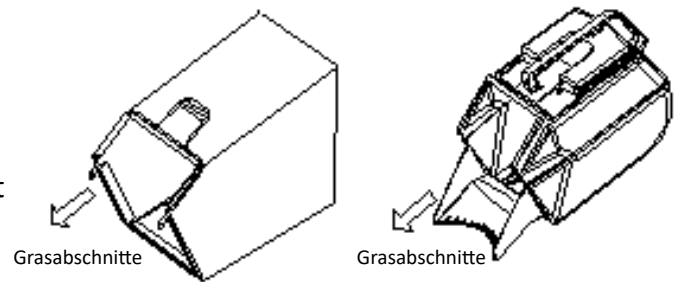

Abb.15
ENTLEEREN DES GRASFANGKORBS (Abb. 15)
- Den oberen Griff fassen und den Grasfangkorb schütteln, damit das geschnittene Gras herausfällt (siehe Abb.15).